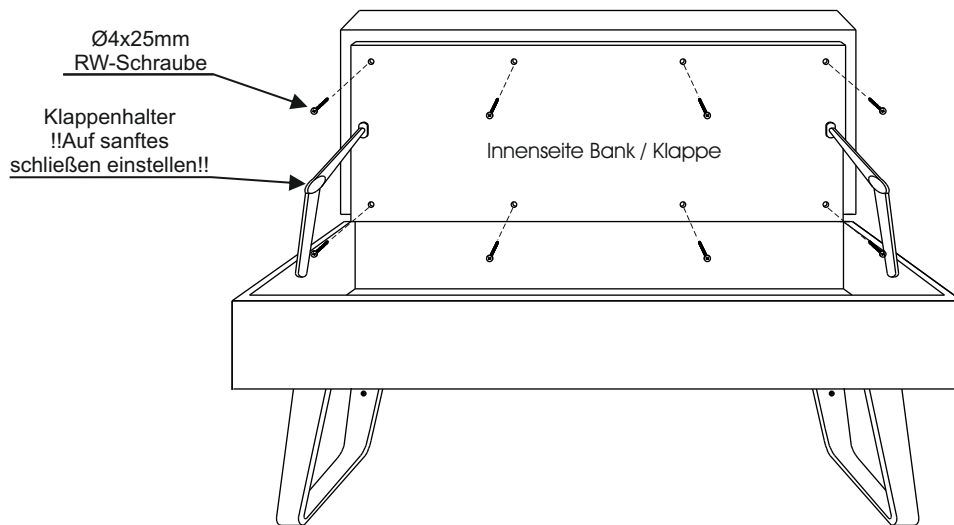

Abb. 3
7. Stellen Sie, durch drehen der Stellschraube am Klappenhalter, diesen so ein, dass die Klappe beim Schließen sanft nach unten fällt. (Abb. 3 / 4)
- Drehen Sie den Sockelgleiter auseinander. (Abb. 2) und stecken das Zapfenteil in die entsprechenden Bohrungen des Unterbodens. Sichern Sie den Gleiter mit je einer $\text{Ø}4 \times 13 \text{mm}$ RW-Schraube. Anschließend wird das Gleitelement wieder aufgeschraubt. (Abb. 3)